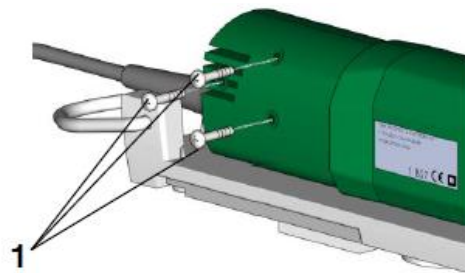

Abb. 14 Kohlewechsel MB 20/2 und MB 20/3 (1)
- 3 Schrauben (1) am Gehäuse lösen und beide Halbschalen abnehmen (Abb. 14).